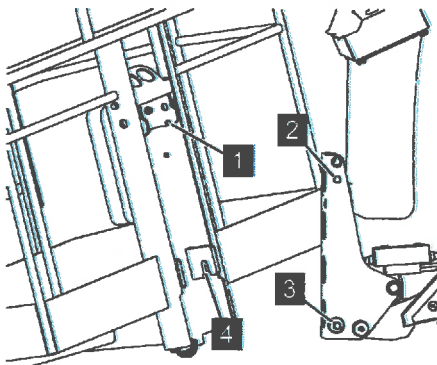

Abb. 75: Arbeitskorb einsetzen
8. → Arbeitskorb schräg mit der Aufnahme (Abb. 75/4) auf die Bolzen (Abb. 75/3) stecken.
9. → Arbeitskorb in Richtung Maschine drücken und mit den Aufnahmen (Abb. 75/1) auf die Bolzen (Abb. 75/2) absetzen.